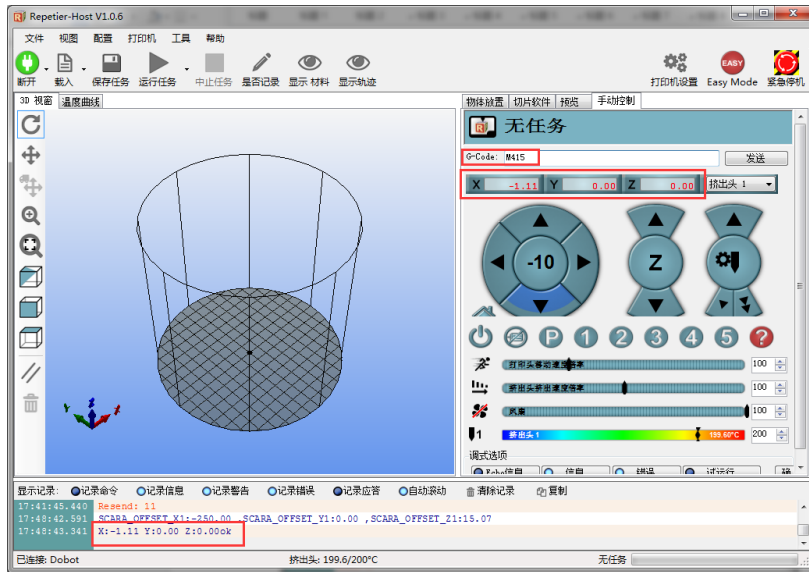

图 5.116 获取机械臂坐标
2. 在Repetier Host页面右侧“G-Code”栏输入M415并回车，保存Z轴坐标，如图 5.116所示。